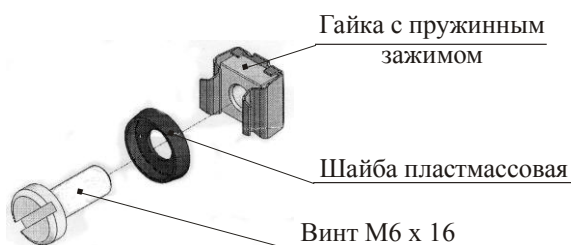

Рис.3
1.5. 19” оборудование крепится на перфорированных швеллерах при помощи комплекта крепежа (см. рис.3).
4.9. Установка 19" аксессуаров (приборов) и оборудования производится на перфорированный швеллер рамы при помощи комплекта крепежа, который состоит из винта М6 х 16, шайбы пластмассовой и гайки квадратной в металлической обойме (см. рис. 3).